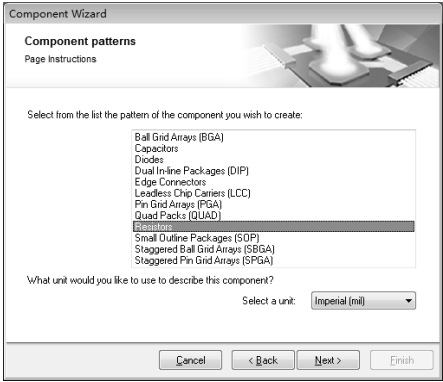

图 3.7.4 选择元器件封装类型和单位
(2) 选择元器件封装类型和单位：如图 3.7.4 所示，在出现的“Component Wizard”对话框中